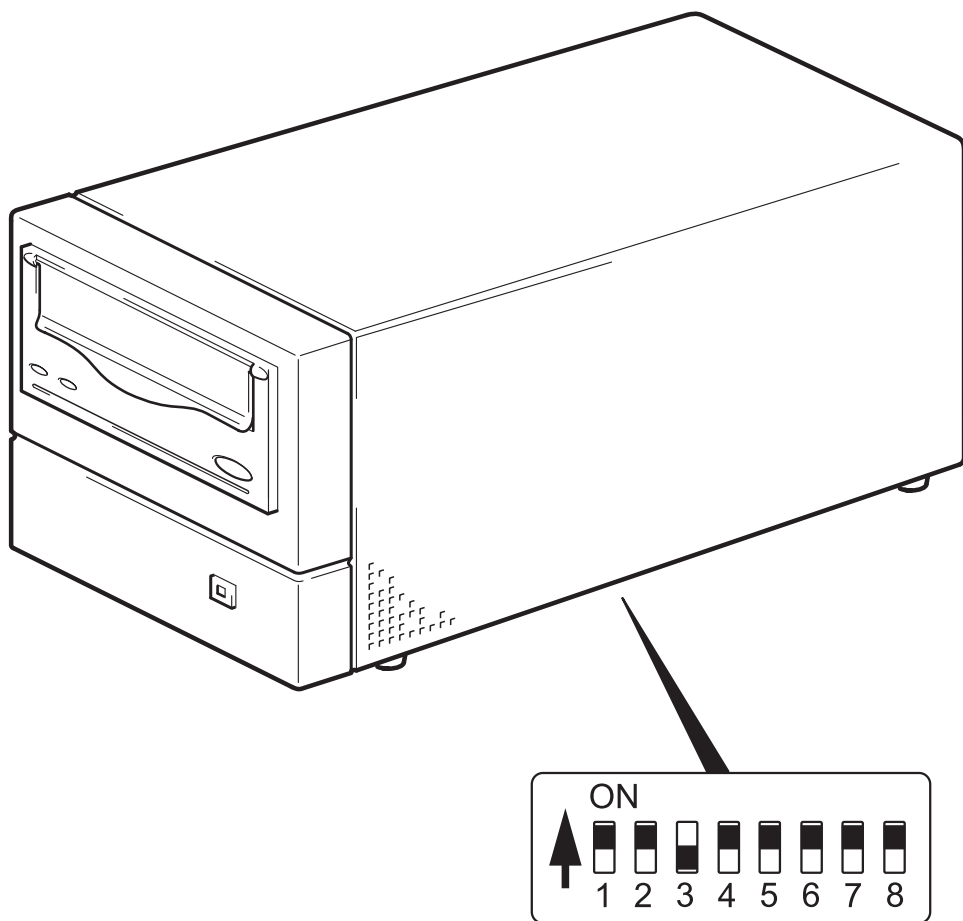

図 4: UNIX コンフィグレーション・スイッチの設定
- 2 UNIX の設定に必要な場合、テープ・ドライブの下側にあるコンフィグレーション・スイッチを、図 4 に示されているデフォルト設定から変更します。